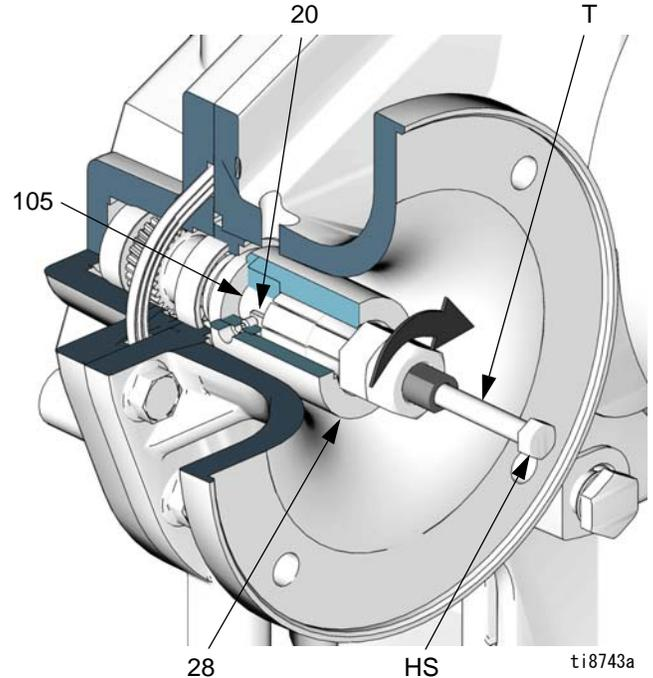

図 3. モーター結合器取り外し
- b. 図 3 を参照してください。両方の止めネジ（31）を緩めます。結合器（28）に結合解除ツール（T）を挿入します。ナットをきつくなるまで時計回り